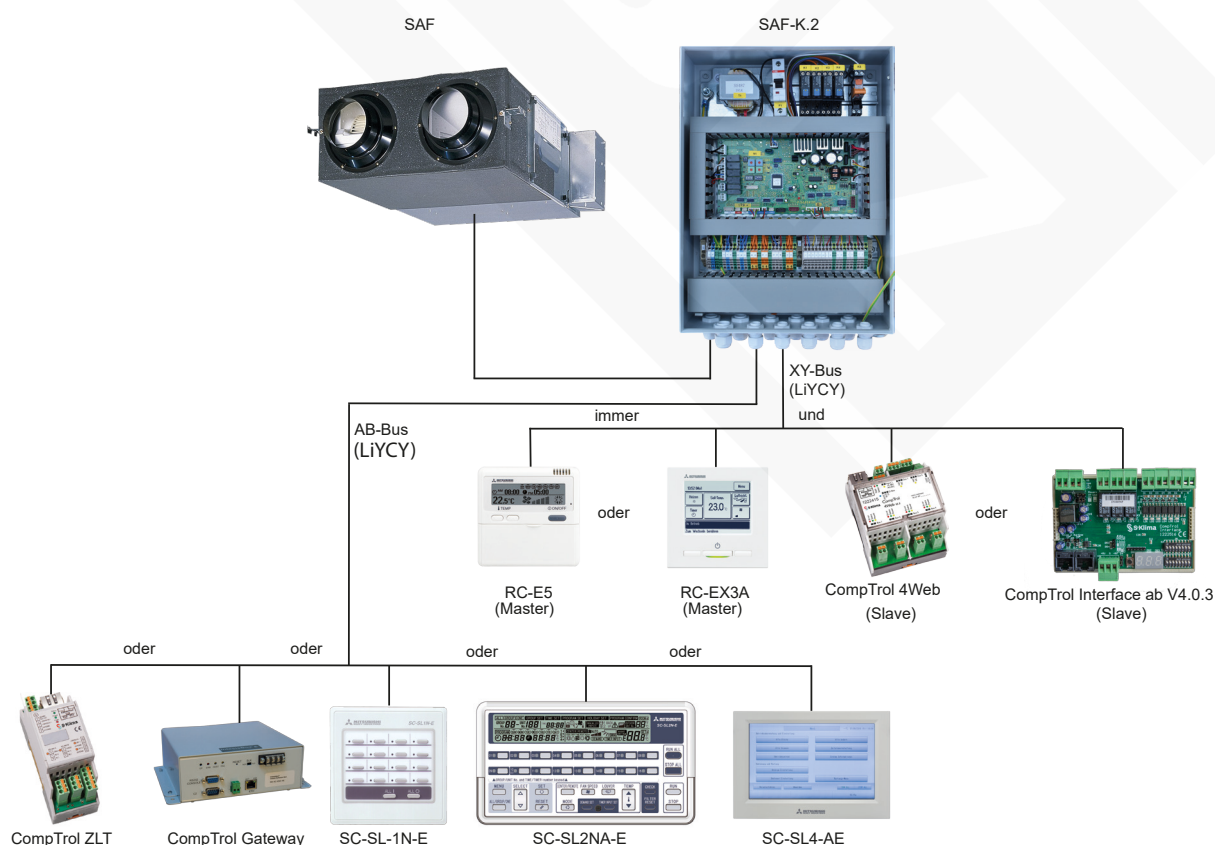

Abbildung 13: Anschlussschema Regelung
- Die Fernbedienungen RC-E5 und RC-EX3A sind mit allen Zentralfernbedienungen in „Abbildung 13: Anschlussschema Regelung“ auf Seite 26 kombinierbar. Die Erweiterungsmodule CompTrol 4Web und CompTrol Interface dürfen nur eingeschränkt mit anderen Zentralfernbedienungen kombiniert werden. Nur eines der Geräte (ein Erweiterungsmodul oder eine Fernbedienung) darf als „Master“ eingestellt sein.